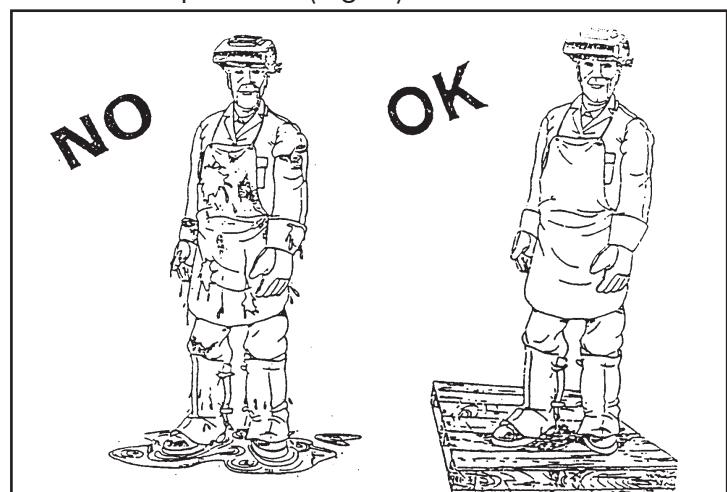

FIGURE 7
- renforcer la protection individuelle, l'isolation du sol et de l'élément à souder vis-à-vis de l'opérateur (Fig. 7).